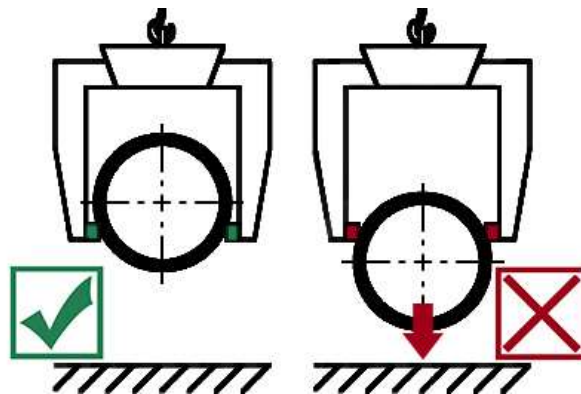

Fig. 2
- Suportul reglabil pe înălțime trebuie să fie întotdeauna setat astfel încât fălcile de prindere să prindă întotdeauna conducta de beton sub cel mai mare diametru al conductei, altfel există riscul de alunecare! → Fig. 2